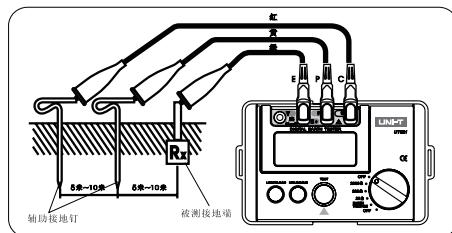

图 2
a. 将P和C接地钉打到地深处，它们和待测地设备排列成一行（直线），且彼此间隔5米~10米远，连接方法如图2：